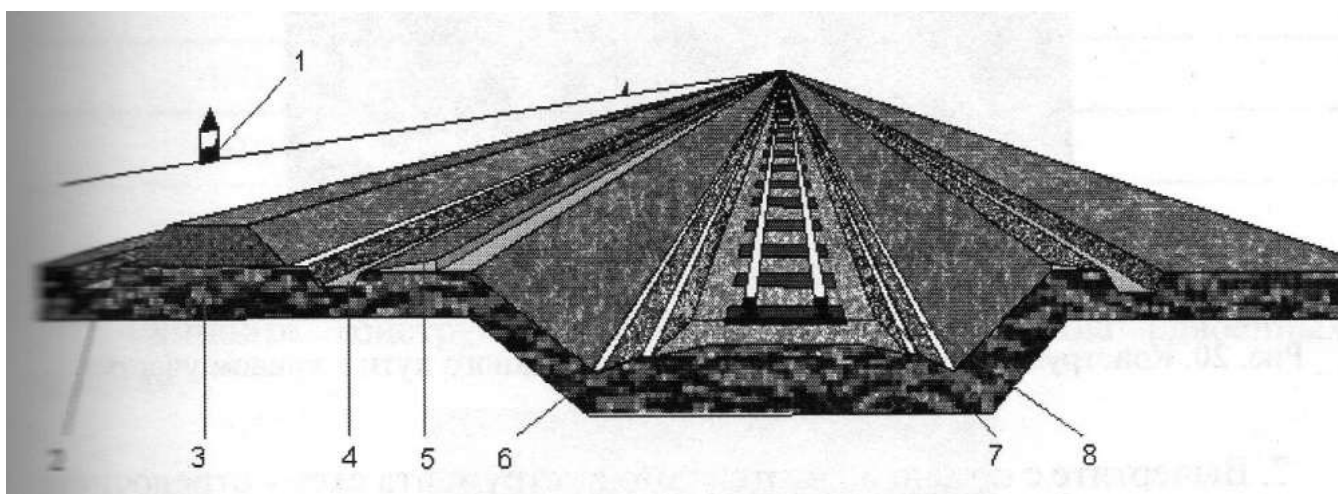

Рис. 18. Разрез поперечного профиля земляного полотна
1. Дайте определение и характеристику поперечного профиля земляного полотна, укажите наименование позиций 1-8, представленных на рис. 18.